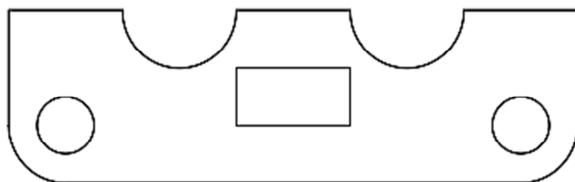

Рис. 2.13
17. Построить указанную фигуру (рис. 2.13) по произвольным размерам. Настроить размеры с ограничителем размерной линии в виде стрелок. Поставить размеры. Нанести осевые линии.